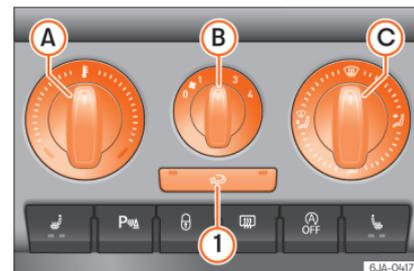

Abb. 168 Heizung: Bedienelemente
Die Einstellung des Luftaustritts aus den Düsen erfolgt über den Regler © »» Abb. 168. Die Luftaustrittsdüsen 3 »» Abb. 167 und 4 können Sie einzeln schließen und öffnen.
- Drehen Sie den Drehregler **(A)** »» **Abb. 168** nach rechts, um die Temperatur zu erhöhen.
- Drehen Sie den Gebläseschalter **(B)** »» **Abb. 168** in eine der Positionen 1 bis 4, um das Gebläse einzuschalten.
- Mit dem Luftverteilungsregler **(C)** »» **Abb. 168** regeln Sie die Richtung des Luftaustritts »» Seite 156, Luftaustrittsdüsen.
Sie können alle Bedienelemente mit Ausnahme des Gebläseschalters **(B)** »» **Abb. 168** auf jede beliebige Zwischenstellung einstellen.
Wenn der Drehknopf **(C)** »» **Abb. 168** auf der Defrosterstellung steht, die Umluftklappe ist immer offen (Lichtanzeige aus).
- Drücken Sie die Taste **(1)** »» **Abb. 168**, die Kontrollleuchte in der Taste leuchtet auf und zeigt an, dass der Umluftbetrieb im Fahrzeuginnenraum aktiviert wurde.